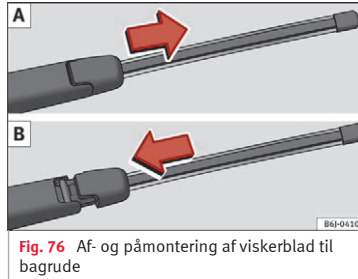

Fig. 76 Af- og påmontering af viskerblad til bagrude
- Skub viskerbladsadapteren i pilens retning, og træk viskerbladet »» Fig. 76 A af.
- Placer viskerbladet som vist på »» Fig. 76 B, og forskyd adapteren, indtil den går i hak.